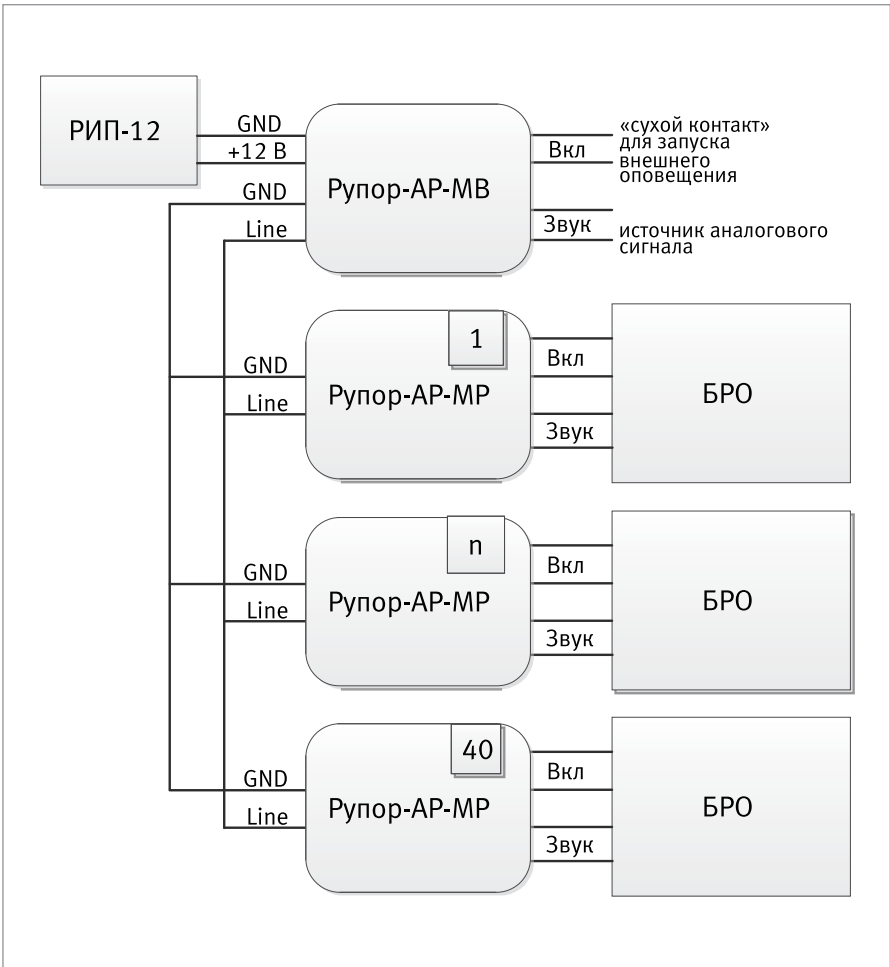

Рисунок 10. Схема внешних соединений комплекта аналоговых расширителей Рупор-АР
2. Схема внешних соединений приведена на Рисунок 10.